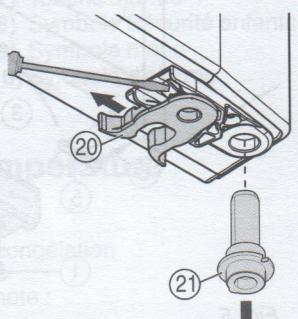

Fig. 8
► Permuter la pince élastique Fig. 8 (20): appuyer sur l'ergot puis retirer la pince élastique.
► Tirer le pivot d'appui Fig. 8 (21) hors de la douille de porte et la mettre en place ensemble avec la rondelle du côté opposé. Le taquet d'arrêt doit indiquer vers la paroi intérieure de la porte, l'encoche vers la paroi extérieure.
► Pivoter la porte vers le bas et mettre en place le pivot d'arrêt Fig. 8 (21) dans le support d'appui. Event. tourner le pivot d'arrêt de sorte qu'il puisse encliquer.